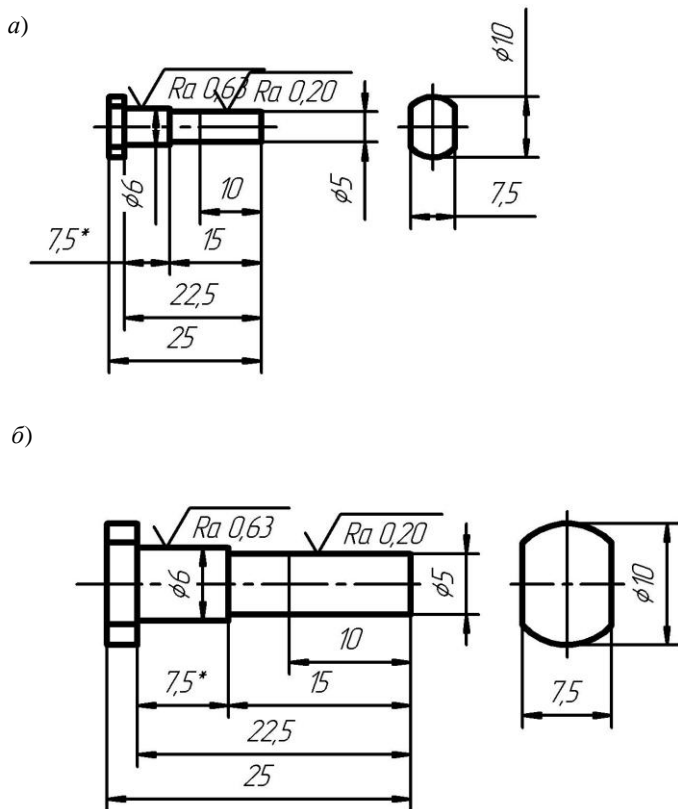

Рис. 2. Результат выполнения команды *Масштабирование* (а) и изображение в *Виде* с масштабом 2 : 1 (б)
4. Выделите рамкой (или с помощью команды **Редактор** → **Выделить все**) главный вид, а также вид слева. Выберите команду *Масштабирование* инструментальной панели *Редактирование*. В поле **Масштаб X** введите значение **0.5**, активизируйте переключатель *Не масштабировать* **Выносные линии** и укажите точку центра масштабирования приблизительно посередине листа (рис. 2, а).
3. Закройте *Дерево построения*. Выберите *Системный вид* (0) из списка **Состояние видов**, доступного после нажатия стрелки рядом с полем *Состояние видов*. Теперь он *текущий*. Выделите все объекты, относящиеся к текущему *Виду* (**Редактор** → **Выделить все** или **Ctrl + A**). Примените команду **Редактор** → **Вырезать** (**Ctrl + X**). Перейдите на *Вид 1*, вставьте изображение из буфера обмена (**Редактор** → **Вставить** или **Ctrl + V**). Задайте, если нужно, **Масштабирование выносных линий**.
4. Измерьте габаритный размер полученного изображения, находясь в *Виде 1*, затем в *Системном виде* (0). Сравните полученные результаты. Обратите внимание на значение в размерной надписи (рис. 2, б).